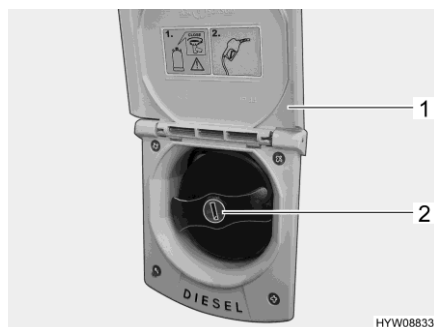

Fig. 38 Bec de remplissage du carburant
- Basculer le portillon (Fig. 38,1) vers le haut.
- Insérer la clé dans le barillet (Fig. 38,2) et la tourner dans le sens inverse des aiguilles d'une montre.